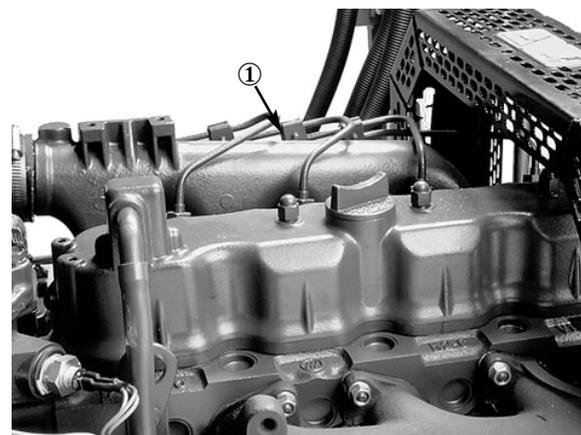

Figure 3
4. Si le niveau est trop bas, enlever le bouchon de remplissage (Fig. 3) et ajouter de l'huile SAE 10W-30 jusqu'à ce que le niveau atteigne le repère maximum (FULL). **NE PAS TROP REMPLIR**. Le carter moteur a une capacité de 6,5 l avec le filtre.